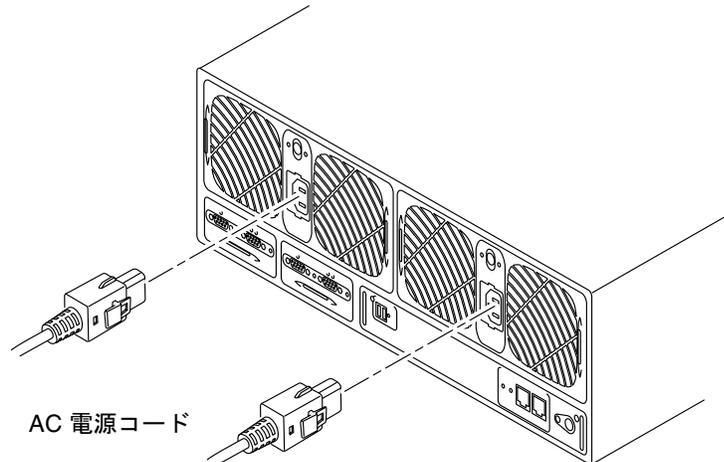

図 2-8 電源コードの接続
7. マスター装置背面の 2 つの電源・冷却装置に 2 本の電源コードを接続します (図 2-8)。